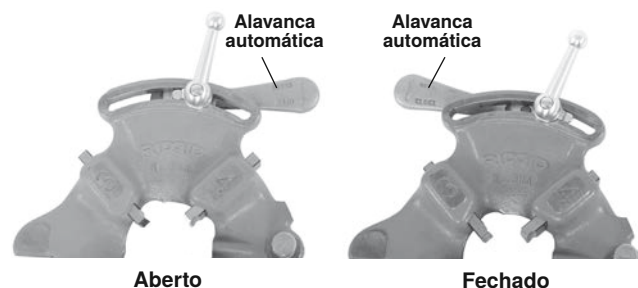

Figura 10 – Posição de aberto/fechado da alavanca
2. Desloque a alavanca automática para a posição ABERTA (Figura 10).